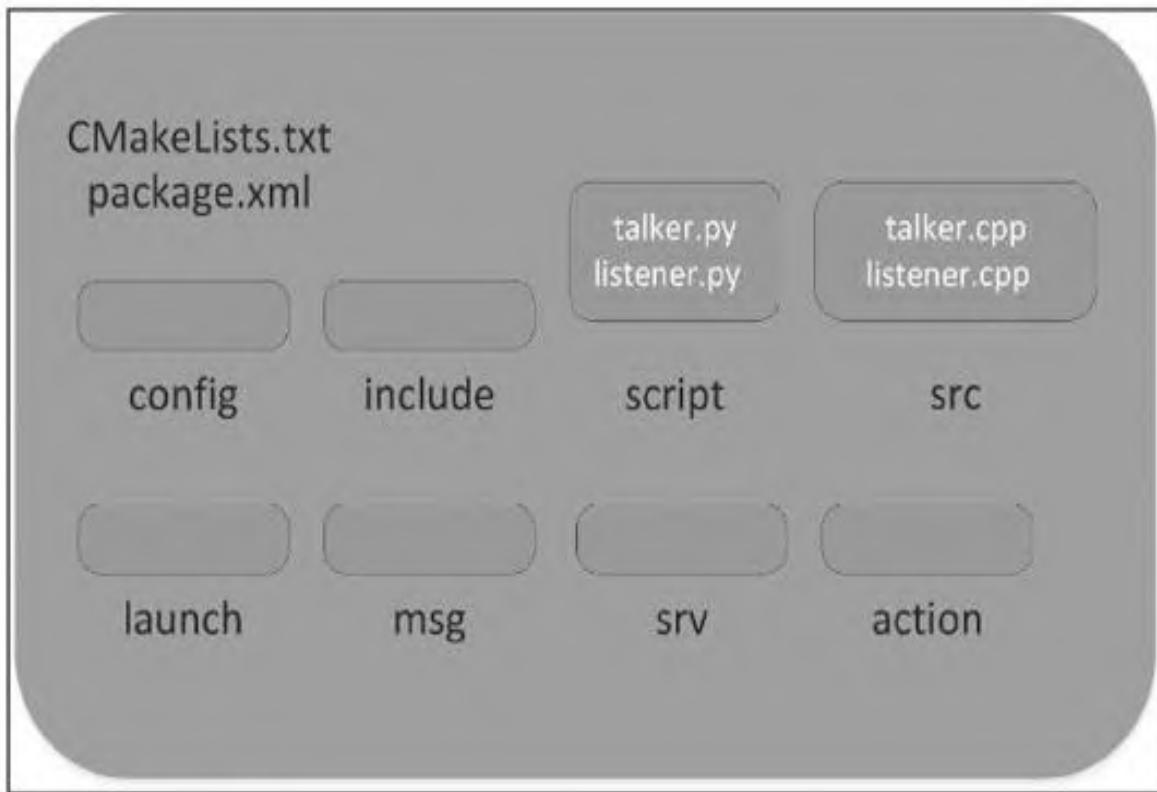

图1-3 C++ ROS软件包的典型结构
ROS软件包的典型结构如图1-3所示。
- `script`: 可执行的Python脚本放在此文件中。在图1-3中，我们可以看到两个示例脚本。